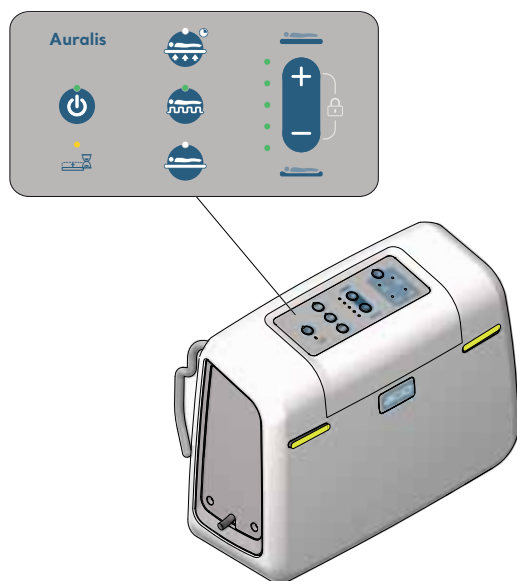

Figura 45
- Indicadores verdes en la parte frontal del compresor (consulte la figura 45)